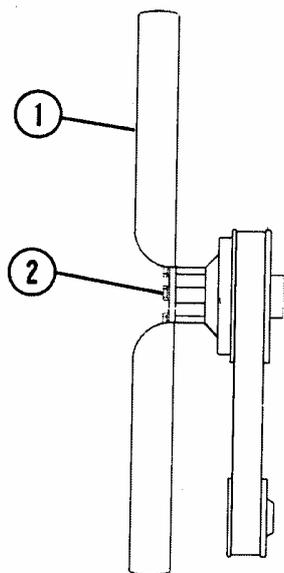

FIGURA 2-5
<p>1. MOTOR - Consulte el Manual de Operación y Mantenimiento para las especificaciones respecto del aceite lubricante del motor.</p> <p>NOTA: Si el motor está equipado con el sistema de aceite *Centinel™ y/o el sistema de filtro Eliminator™, los intervalos de cambio de aceite de motor y filtros se extienden más allá de 250 horas. Consulte el Manual de Operación y Mantenimiento de Cummins para los intervalos específicos de cambio de aceite y filtro.</p> <p>* El sistema *Centinel™ es un sistema de administración de lubricación que depende del ciclo de trabajo mediante el cual el aceite se mezcla con el combustible y se quema, y se puede producir una extensión del intervalo del cambio de aceite.</p> <p style="margin-left: 20px;">a. Cambie el aceite del motor. Clave de Lubricación "A". b. Cambie los filtros de aceite del motor.</p> <p>NOTA: Al montar elementos de filtro giratorios, siga las instrucciones del fabricante del filtro. Las instrucciones de apriete por lo general vienen impresas en la parte externa del filtro. No utilice una llave o correas para apretar los elementos de filtro.</p> <p style="margin-left: 20px;">c. Si el camión está equipado con un estanque de aceite de motor de reserva, cambie el filtro de aceite del estanque de reserva. d. Revise la tensión y el estado de la correa del ventilador. Consulte el Manual de Operación y Mantenimiento del motor para las instrucciones específicas de ajuste. e. Revise el torque en los pernos de montaje del ventilador de enfriado (1, Figura 2-5). Apriete ocho pernos (2) a 175 ft. lbs (237 N.m.).</p>